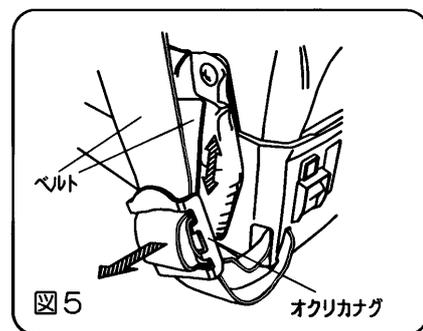

図5
- ① 適当な高さの台にのせて本機を背負います。
- ② ベルトの長さは下方のオクリカナグ外側のベルトを前方にゆるめます。 (図 5)
- ③ 次に、内側のベルト位置をずらせ、オクリカナグに沿わせます。
- ④ ゆるめた外側のベルトを、再び、オクリカナグに沿うようにあわせます。
- ⑤ 上記の方法で調整しきれない場合は、ヤクザイタンク上方のオクリカナグで、調整してください。